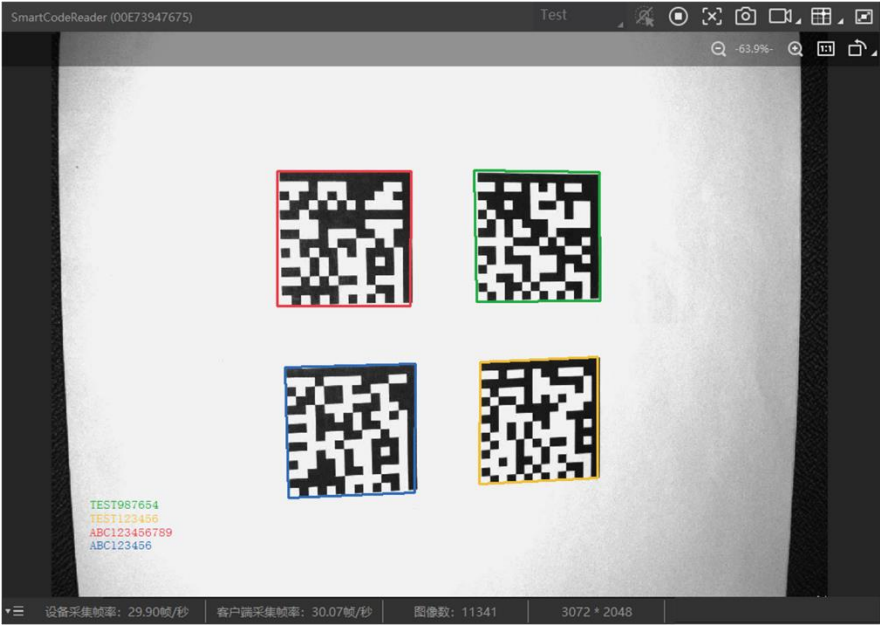

图2-12 设备实时预览
5. 通过“预览窗口”区域，单击可以查看图像和条码识别情况。对于读取到的条码，实时画面中会框选条码，并在左侧显示具体的条码信息，如图 2-12 所示。